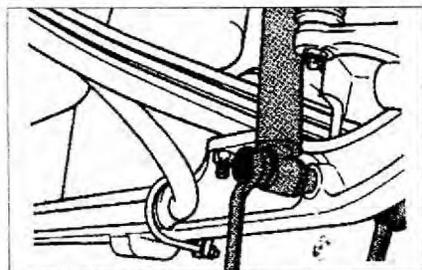

Рис. 5.7. Открутите нижний болт крепления амортизатора.
2. Открутите нижний болт крепления амортизатора (рис. 5.7).